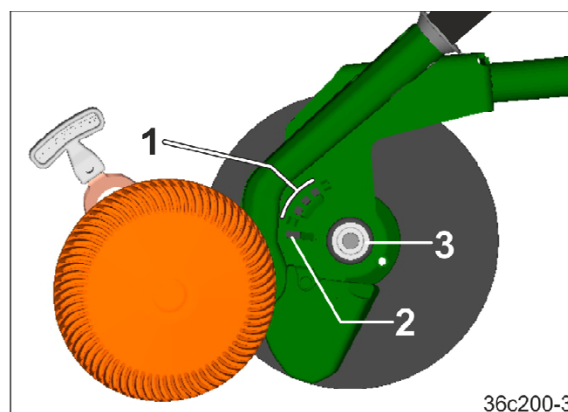

图 173
1. 将犁刀盘插在锁扣 (图 173/3) 上。同时止挡卡入犁刀体的长孔 (图 173/2) 中。
2. 将犁刀盘推入长孔 (图 173/2)，直至犁刀盘卡入锁扣上为止。轻敲控制盘中心能够帮助锁紧。
3. 借助操纵杆将止挡从长孔中拉出并且卡入锁定装置 (图 173/1) 中。